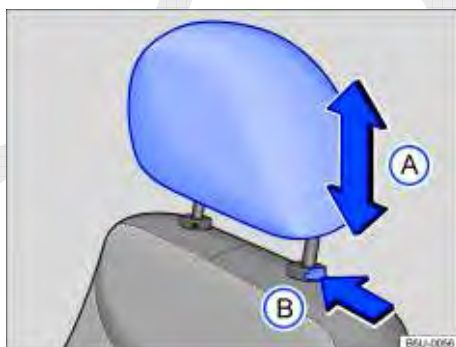

Fig. 40 Ajustar o apoio para cabeça dianteiro.
- Empurrar o apoio para cabeça para cima ou para baixo na direção da seta ⇒ Fig. 40 ⇒ .